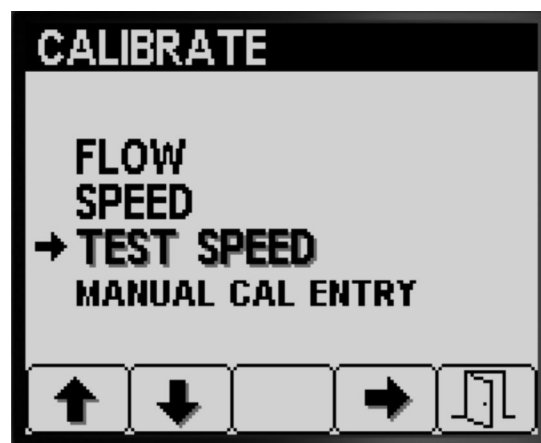

図 70
1. キャリブレーションサブメニューのボタン 1 と 2 で TEST SPEED オプション間の移動 図 70。
2. ボタン 4 を押して SPEED のキャリブレーションを決定する 図 70。